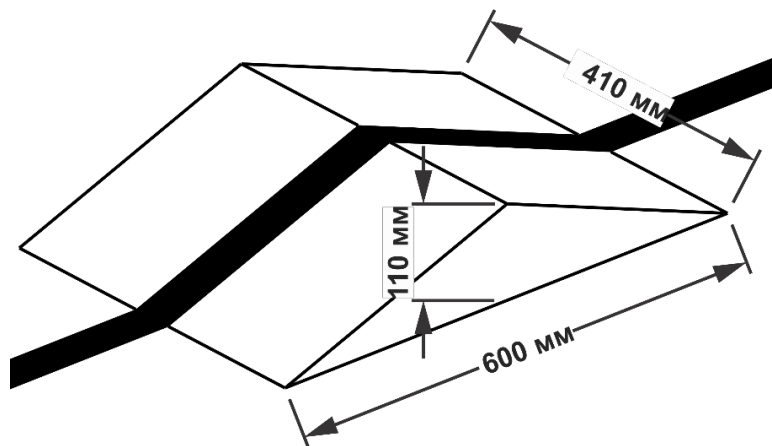

Рис.3 Гірка
1. Гірка представляє собою схилясте з двох сторін підвищення з нанесеною на неї відповідною лінією чорного кольору (Рис.3). Гірка виготовлена з ПВХ. На всю поверхню ПВХ наклеєна плівка білого кольору з роздрукованою на ній лінією.